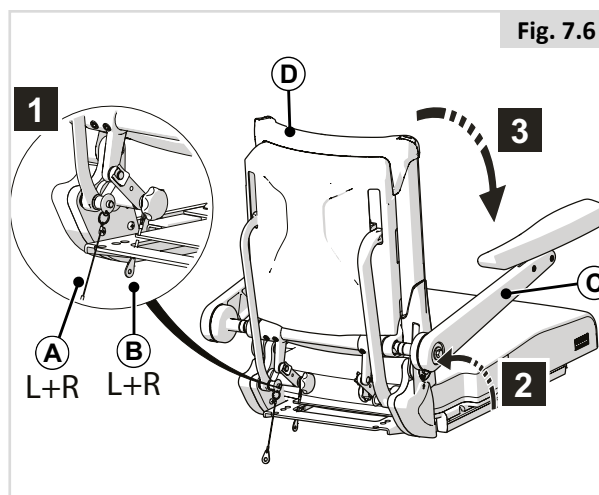

Fig. 7.6
7.5 Winkelverstellbaren Rücken mit winkelverstellbaren Armlehnen nach unten falten (Fig. 7.6)